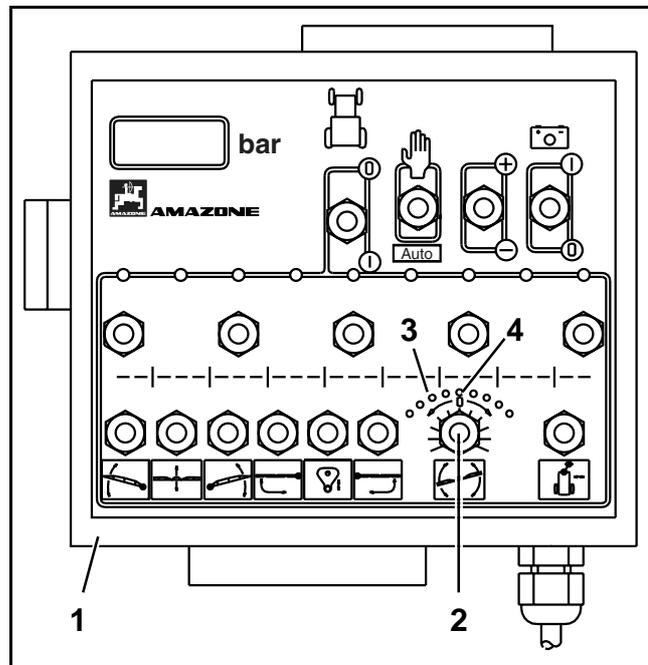

Fig. 8.48
El diodo central (Fig. 8.48/4) representa la „posición 0” del varillaje. Si el varillaje está ajustado paralelamente al marco del rociador y se prende un diodo distinto al central, será necesario un reajuste de la “posición 0”.
- Mediante el pulsador (Fig. 8.48/2) alinear el varillaje paralelamente al marco del rociador.